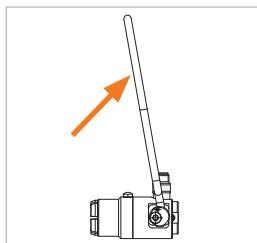

Figure 12
- ▶ Relevez l'arceau de commande (n° 1) jusqu'à la butée vers le haut (*Figure 12*). Les mâchoires de serrage s'ouvrent. **Remarque** : le pointeau de sécurité (n° 5) doit être intégralement rentré dans le connecteur. Un actionnement avant la dépressurisation complète et avant l'enclenchement du pointeau de sécurité peut endommager ce dernier.